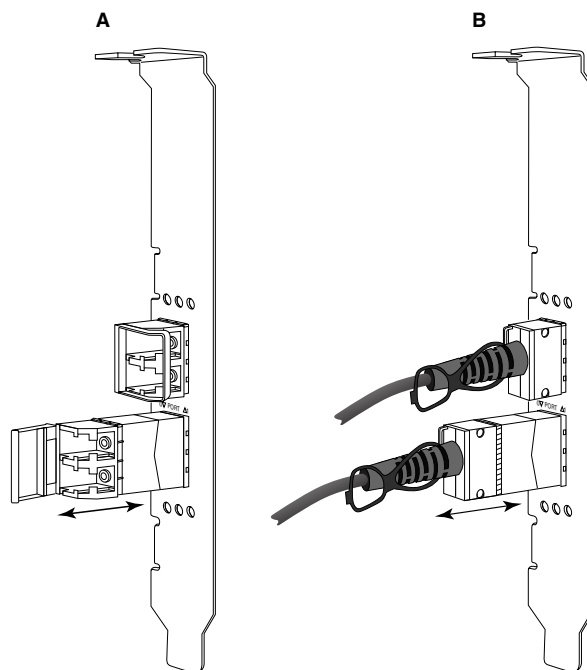

図 10 光ファイバおよび Copper SFP の取り外しまたは取り付け
- 光学トランシーバ装備の SFP の場合、人差し指と親指を使ってケーブルコネクタの側面からベールラッチを外します。ベールラッチまたはプルタブを持ち手として使い、レシーバから SFP を真っすぐに引き出します。図 10 の左図を参照してください。
- ケーブル付き銅線 SFP の場合は、人差し指と親指でケーブルのタブを引いて SFP ラッチを解除した後、SFP をレシーバから真っすぐに引き出します。図 10 の右図を参照してください。